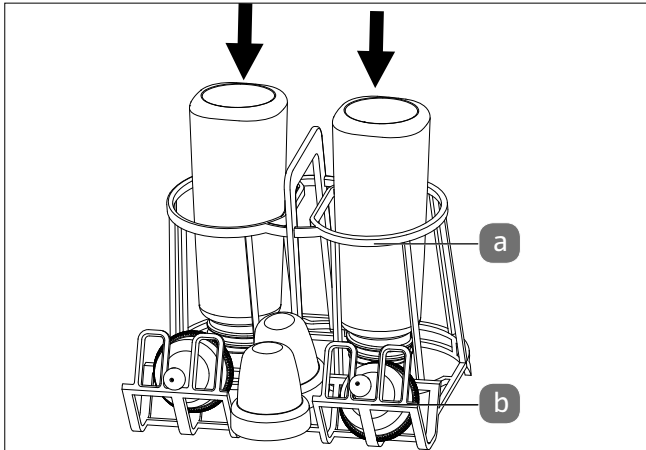

Fig. 21 – Utilisation du support pour biberons
Pour nettoyer les biberons, placez le support pour biberons (8) dans le panier à vaisselle et posez les biberons avec l'ouverture vers le bas dans l'orifice du panier (a) (voir Fig. 21).